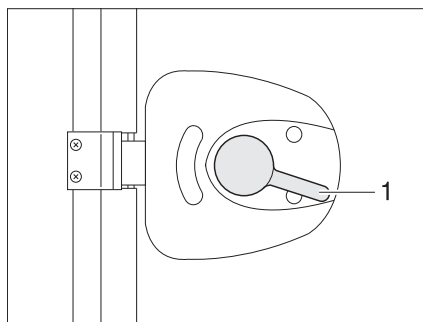

Fig. 21 Serrure de la porte cellule, à l'intérieur, ouverte
- Appuyer sur la poignée de la porte (Fig. 21,1) vers le bas.